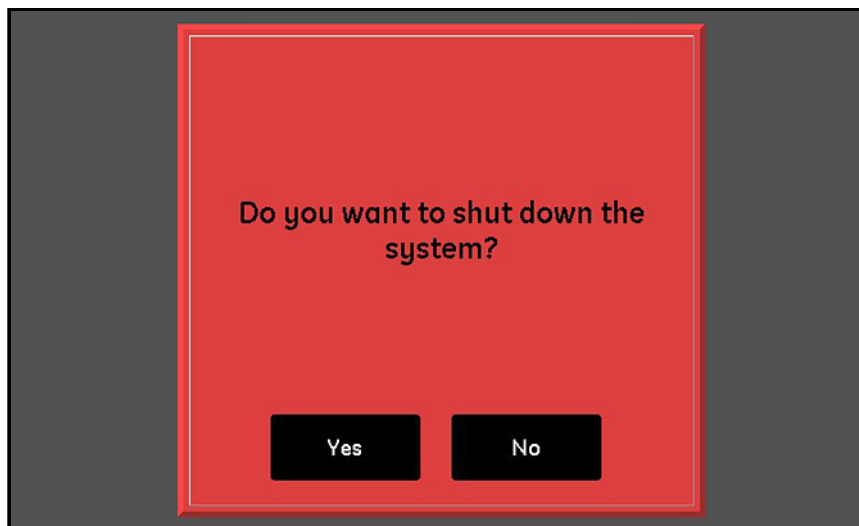

Figure 31: Écran de confirmation de l'arrêt
3. À l'écran de confirmation illustré à la *Figure 31* ci-dessous, touchez **Oui** pour arrêter l'appareil ou **Non** pour annuler la demande.
Pour arrêter le système moisture.IQ, touchez **Arrêt**. Touchez ensuite **Oui** ou **Non** sur l'écran de confirmation semblable à celui illustré à la *Figure 31* on page 35.